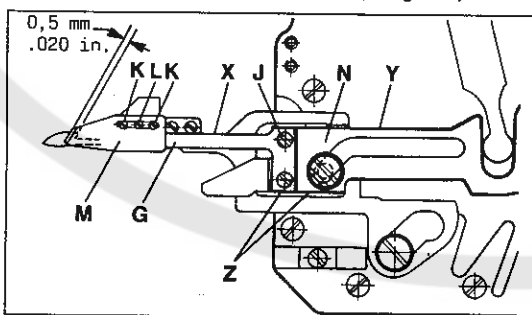
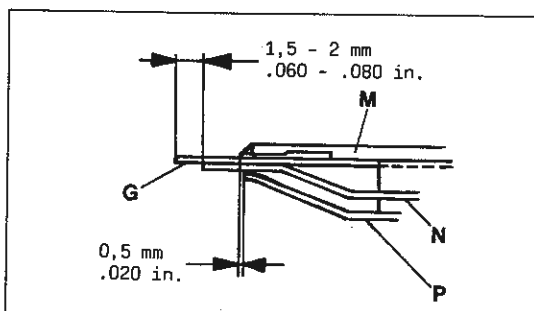
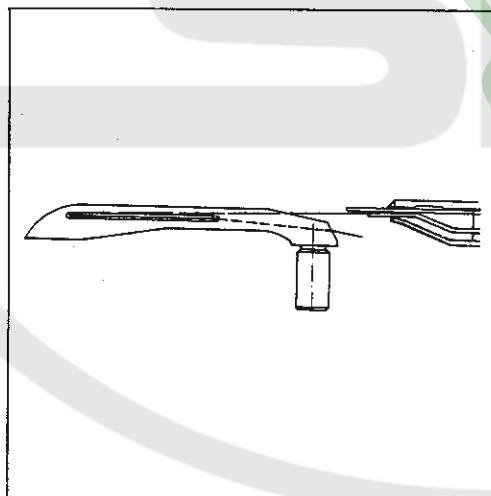

Fig.50
Fig.52
Fig. 59
- 2.2 The lower knife (G, Fig. 50) is set correctly, when its edge (X) is parallel to edge (Y) of lower knife holder (H) and edge (Z) of lower knife is in line with edge (Z) of lower knife holder. After loosening screws (J, Fig. 50) the lower knife (G) can be aligned accordingly. Retighten screws.
- 2.3 Loosen screws (K and L, Fig. 50) for making the following settings:
Besides this the distance between the tip of lower knife (G, Fig. 52) and the front edge of leaf spring (N) should be 1.5 to 2 mm (.060 to .080 in.). Now retighten screws (K, Fig. 50).
Adjust screw (L, Fig. 50) to securely clamp the looper thread as shown in Fig. 59.
Offset the front edge of leaf spring (P, Fig. 52) by 0.5 mm (.020 in.) from the tip of upper knife (M).
- 2.2 Das Untermesser (G, Fig. 50) ist richtig eingestellt, wenn seine Kante (X) parallel zur Kante (Y) des Trägers für Untermesser (H) ist und die Kante (Z) des Untermessers mit der Kante (Z) des Trägers eine Linie bildet.
Nach Lösen der Schrauben (J, Fig. 50) kann das Untermesser (G) entsprechend ausgerichtet werden. Ziehen Sie die Schrauben wieder an.
- 2.3 Lösen Sie die Schrauben (K und L, Fig. 50) für folgende Einstellungen:
Zudem muß der Abstand zwischen der Spitze des Untermessers (G, Fig. 52) und der Vorderkante der Blattfeder (N) 1,5 bis 2 mm betragen. Ziehen Sie nun die Schrauben (K, Fig. 50) wieder an.
Stellen Sie die Schraube (L, Fig. 50) so daß der Greiferfaden sicher geklemmt wird, wie in Fig. 59 gezeigt.
Stellen Sie die Vorderkante der Blattfeder (P, Fig. 52) 0,5 mm hinter die Spitze des Obermessers (M) zurück.
Set stop (V) with screw (W) so that the leaf springs (N and P, Fig. 52) below the knives have enough clearance to the looper when moving to the left.
Stellen Sie den Anschlag (V) mit der Schraube (W) so, daß die Blattfedern (N und P, Fig. 52) unter den Messern bei ihrer Bewegung nach links genügend Abstand zum Greifer haben.
After being cut the looper thread must be clamped as shown in Fig. 59. The tension of the leaf spring for clamping the looper thread can be adjusted with screw (L, Fig. 50).
Nach dem Abschneiden muß der Greiferfaden, wie in Fig. 59 gezeigt, geklemmt sein. Die Spannung der Blattfeder zum Klemmen des Greiferfadens kann mit der Schraube (L, Fig. 50) eingestellt werden.